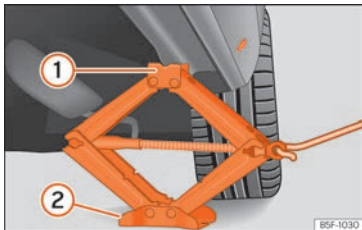

Abb. 41 Längsholm: Wagenheber ansetzen.
- Drehen Sie die Kurbel des unter dem Aufnahmeplatz des Längsträgers befindlichen Wagenhebers*, bis sich die Nase ① »» » **Abb. 41** unter der vorgesehenen Einföhrung befindet.
- Richten Sie den Wagenheber* so aus, dass sein Aufnahmehorn ① in die dafür vorgesehene Aufnahme am Längsträger „greift“ und die bewegliche Grundplatte ② plan auf dem Boden aufliegt. Die Bodenplatte ② muss sich dabei senkrecht unter dem Aufnahmeplatz ① befinden.